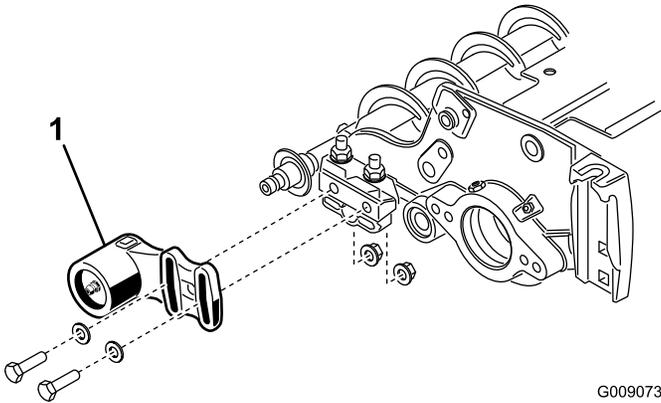

Bild 36
1. Wenn eine Rollenbürste an der Schneideinheit montiert ist, entfernen Sie die zwei Schrauben, Scheiben und Muttern, mit denen das nicht angetriebene Lagergehäuse an der Befestigungshalterung des Lagergehäuses befestigt ist (Bild 36) und (Bild 37).